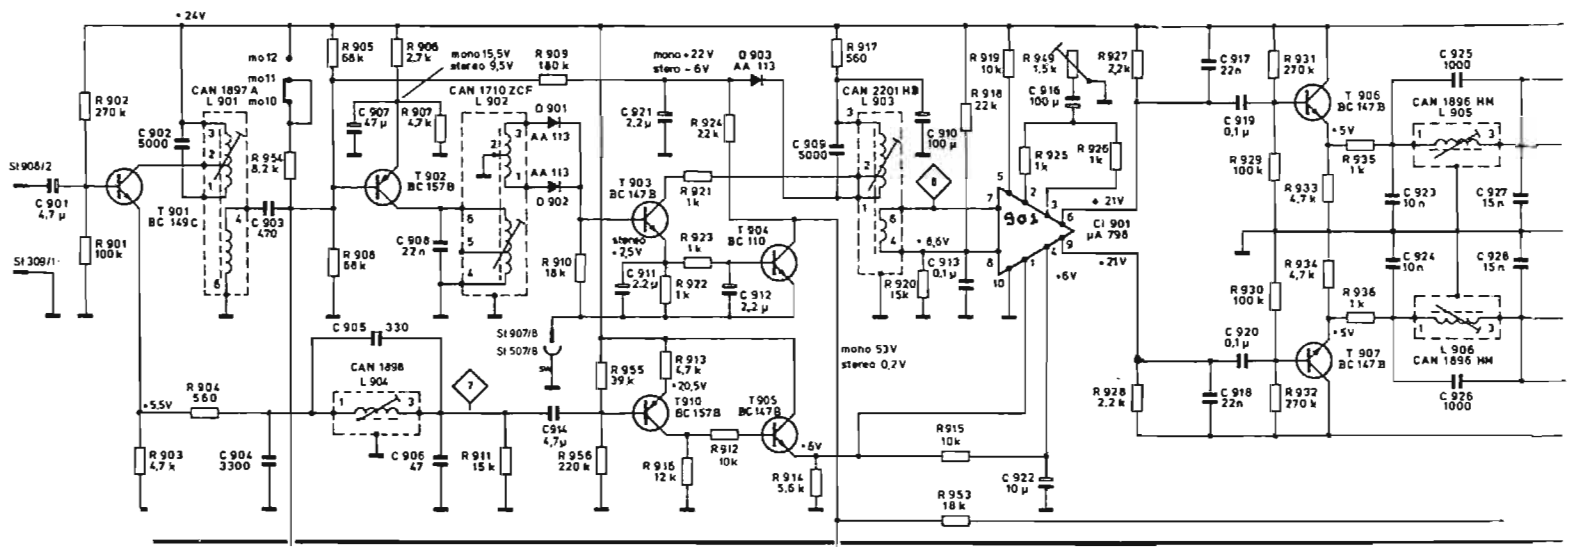

Fig. 5
E. Le décodeur stéréophonique (Fig. 5)